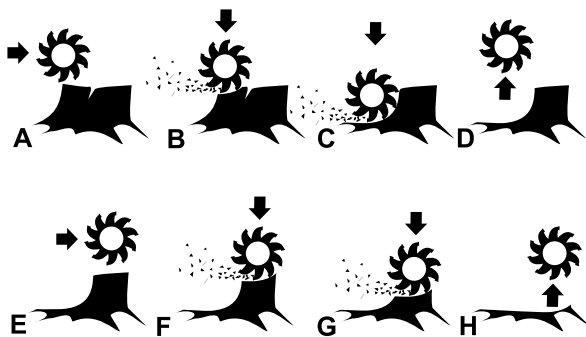

Figura 11
6. Mueva la rueda de corte, como si estuviera barriendo, hacia un lado y otro, bajando la rueda de 1 cm – 2.5 cm ($\frac{1}{2}$ " a 1") aproximadamente antes de cada pasada, hasta que haya eliminado la parte delantera del tocón hasta el nivel del suelo (Figura 11, A – D).
8. Repita los pasos 5 a 7 hasta que haya eliminado el tocón por completo (Figura 11, E–H).